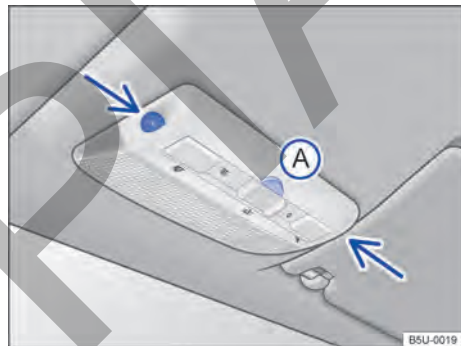

Fig. 49 En la consola del techo: sensores de vigilancia del habitáculo y tecla **A** para desconectar la vigilancia del habitáculo.
La vigilancia del habitáculo dispara la alarma con el vehículo bloqueado, si reconoce movimientos en el interior del vehículo. El sensor y el receptor están ubicados en el conjunto de la luz de lectura → fig. 49 (flechas).
- Presionar la tecla → fig. 49 **A**. En el panel de instrumentos se enciende la luz de control .